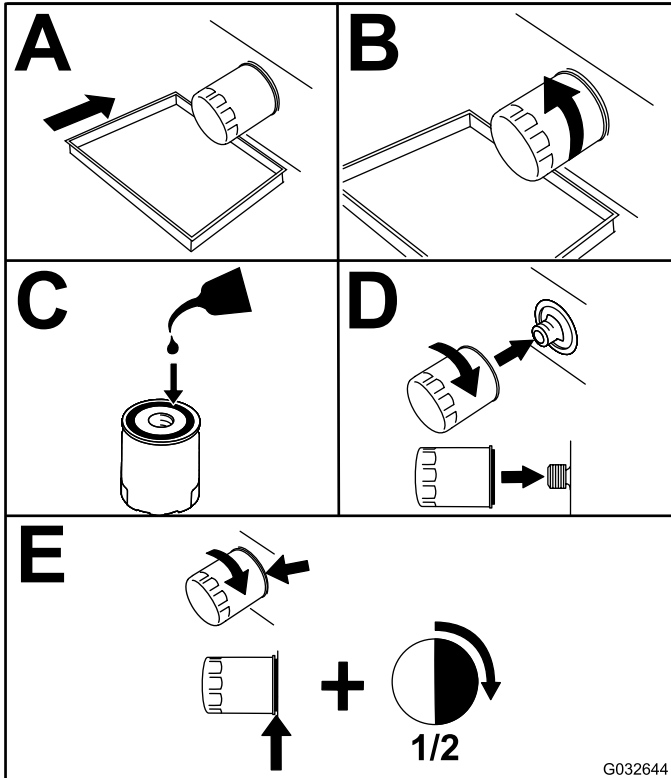

Figura 50
2. Substitua o filtro do óleo do motor (Figura 50).